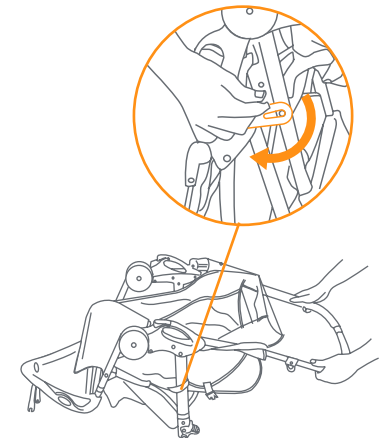

Fig. 1
1) • Remove the fold latch, which is located on the right side. Lean the stroller backwards so that it rests on the handle and rear axle frame and the front wheel forks are pointing upward (Fig. 1).
• Suelte el pestillo de pliegue. Incline el carrito hacia atrás de modo que se apoye sobre el manubrio y el armazón del eje trasero, y que las horquillas de la rueda delantera apunten hacia arriba (Fig. 1).